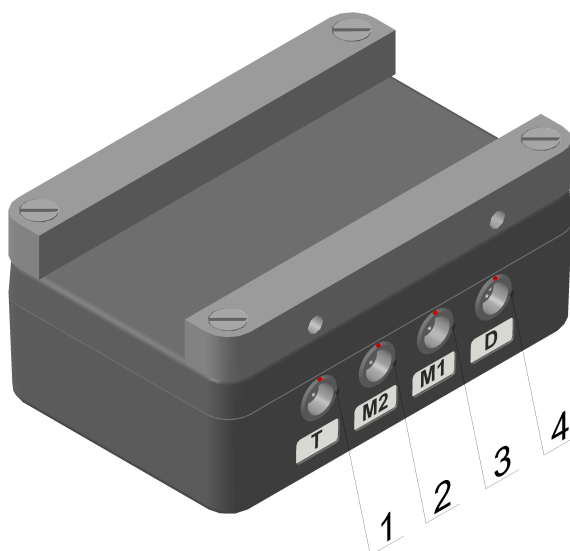

Рис. 1.8. Блок «UNE-P01» (1 — разъем «T»,
Данная опция реализуется подключением к ОПБ «UNISCOPE» одного или двух внешних согласующих блоков параметрических измерений «UNE-P» (далее — блок «UNE-P»), к которым, в свою очередь, подключаются аналоговые устройства. Ниже рассматривается модель под названием «UNE-P01» (далее — блок «UNE-P01», рис. 1.8).
- ◇ разъем универсального параметрического входа «**M1**» блока «**UNE-P01**» (п. 3 рис. 1.8) и обозначение данного входа в программном обеспечении — вход M1;
- ◇ разъем универсального параметрического входа «**M2**» блока «**UNE-P01**» (п. 2 рис. 1.8) и обозначение данного входа в программном обеспечении — вход M2;
- ◇ разъем входа RTD датчика «**T**» блока «**UNE-P01**» (п. 1 рис. 1.8) и обозначение данного входа в программном обеспечении — вход T.